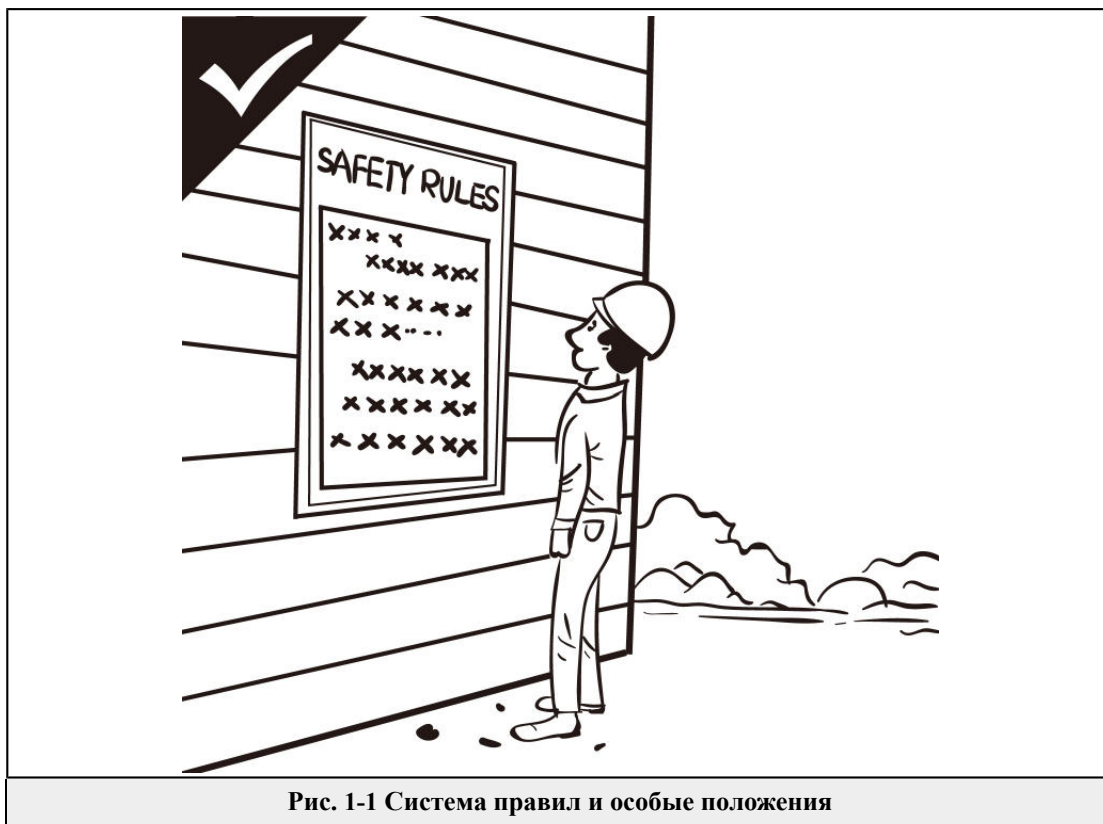

Рис. 1-1 Система правил и особые положения
1. Ознакомиться с различными правилами и мерами предосторожности на рабочем месте (Рис. 1-1) .